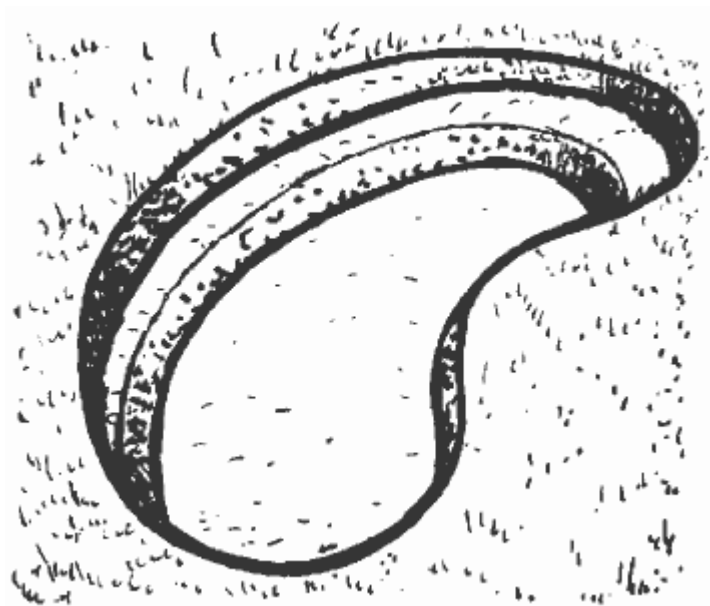

Рис. 170. Терраса для прибрежных растений
2. При помощи лопаты выкапывают яму глубиной 30 см. По краям оставляют террасу для растений шириной примерно 30 см (рис. 170).